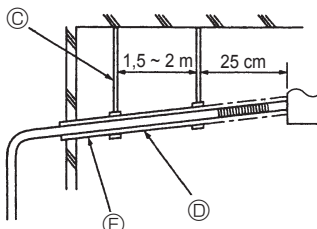

Fig. 8-2
- (4) Asegúrese de que la pendiente del tubo de drenaje sea mayor que 1/100. (Fig. 8-2)